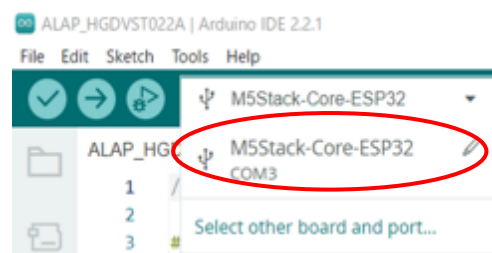

图 4
3. [Select Board] 下拉框内选择 “M5Stack-Core-ESP32” 或者 “M5Core”, 并且将 M5Stack 连接至 COMxx 端口 (图 4)。